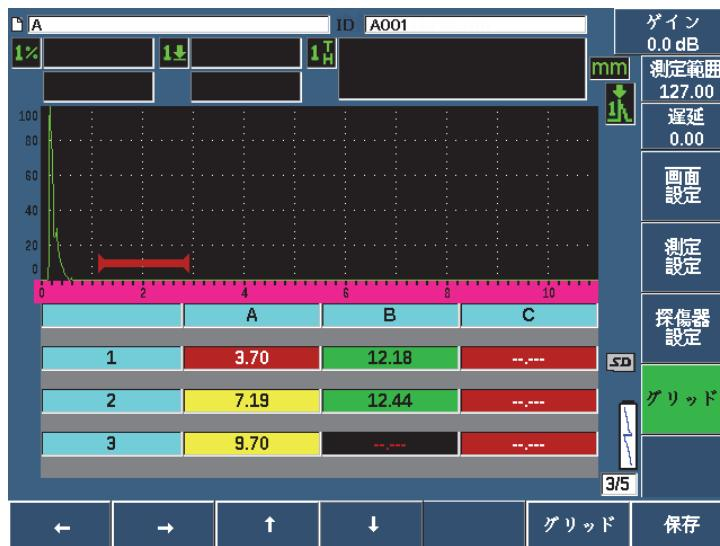

図 10-25 ライブスクリーンのグリッド管理
3. グリッド（P3 キー）を押し、グリッド管理を表示します（234 ページの図 10-25 参照）。